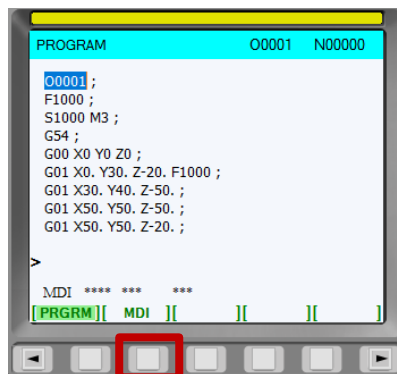

Рис.109. Кнопка «MDI»
11. Перейти в меню «MDI», нажав на соответствующую кнопку под экраном (рис.109);
15. Перейти в меню «MDI», нажав на соответствующую кнопку под экраном (рис.109);